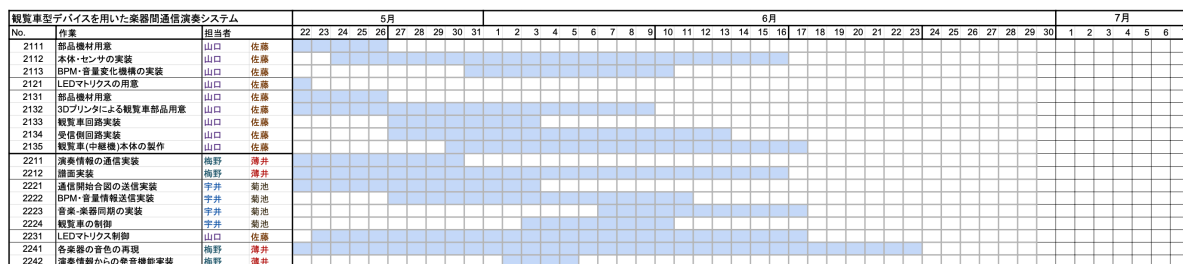
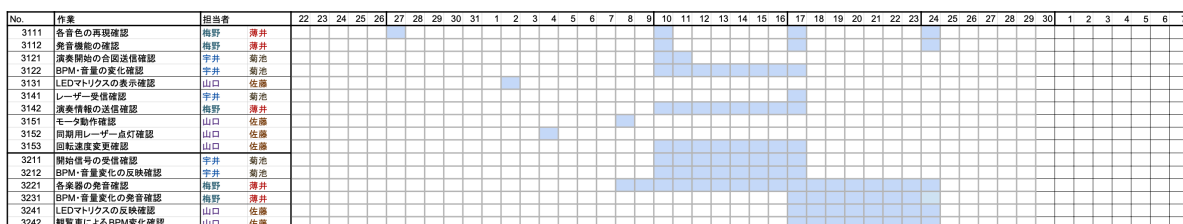

図1 計画段階のガントチャート（実装フェーズ）
図2 計画段階のガントチャート（テストフェーズ）
計画段階のガントチャート (GC) を図 1 (実装フェーズ) および図 2 (テストフェーズ) に示す。
- テストフェーズに移行し、LED マトリクスの反映確認（No.3241）を実施する（図 2 参照）。